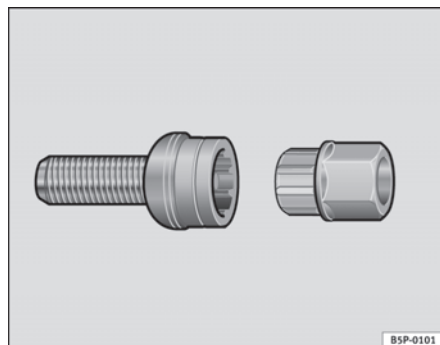

Fig. 182 Låsebolt
- Sæt adapteren helt fast på hjulbolten ⇒ fig. 182.